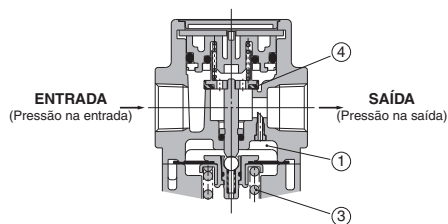

Figura 1 Normal
Quando a pressão na entrada for maior que a pressão ajustável, a válvula de retenção (2) fecha e opera como um regulador normal (Figura 1).